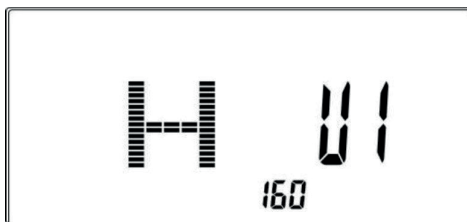
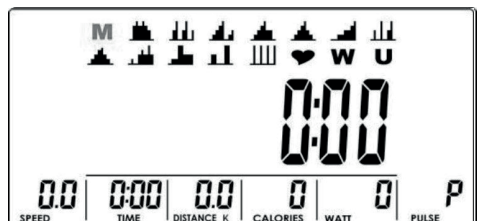

Abbildung 2
Abbildung 3
2. Gehen Sie zu den Benutzerprofileinstellungen. Verwenden Sie die Tasten UP / DOWN, um das Benutzerprofil U1 ~ U4 auszuwählen (Abb. 2). Geben Sie die Daten ein: Geschlecht (SEX), Alter (AGE), Größe (HEIGHT) (Abb. 3), Gewicht (WEIGHT) und bestätigen Sie mit der Taste MODE.
3. Nach Abschluss der Benutzerprofilerstellung wird das Hauptmenü angezeigt. (Abb. 3).